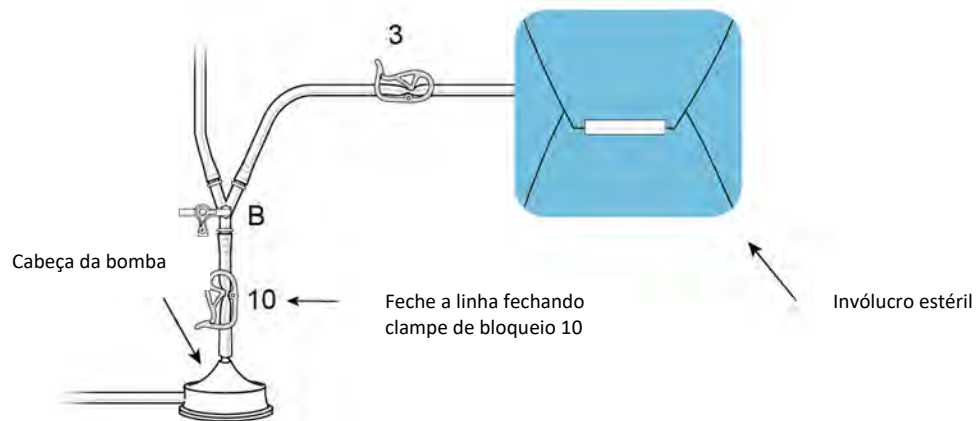

Figura 14
- (a) Feche o clampe pré-bomba (10), abra o clampe da linha do cateter de balão duplo (3), abra a linha do soro fisiológico (clampe 1 ou 2), e a torneira “B” para permitir que o soro fisiológico normal heparinizado encha a linha apenas até ao clampe 3, ver Figura 14. Assim que a linha da torneira e a linha do cateter de balão duplo estejam cheias até ao clampe 3, feche o clampe 3 e a torneira. **Não permita que um excesso de soro fisiológico normal heparinizado encha o invólucro estéril.**